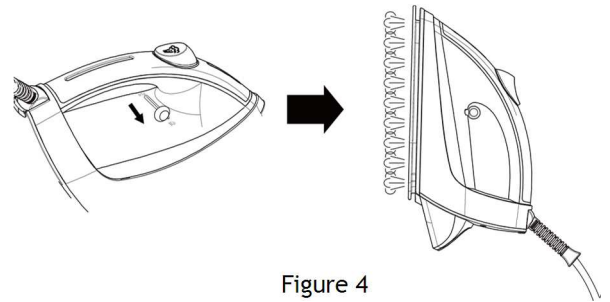

Figure 4
1. Normalne ustawienie pary: Para jest rozprowadzana po całej stopie żelazka, aby zapewnić równomierne prasowanie tkaniny (rysunek 4).